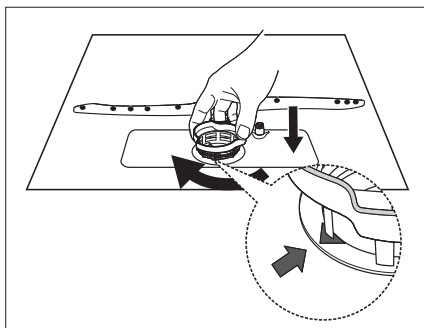

Fig. 21
- ▶ Para volver a insertar el sistema de filtro, proceda a la inversa. (véase **fig. 21**)